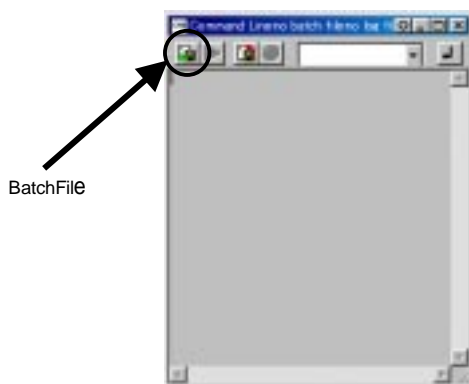

図 4.7 コマンドライン入力
- メニューバーのView CommandLineを選択し、ウインドを開き（図4.7参照）、左上のBatchFileボタンをクリックし、SH7705フォルダ内の7705E10A.hdcを指定してください。この操作によりBSCが設定され、SDRAMへのアクセスが可能となります。また、プログラムカウンタ（PC）の設定を行っています。値を変更する必要があるときは7705E10A.hdcを変更してください。